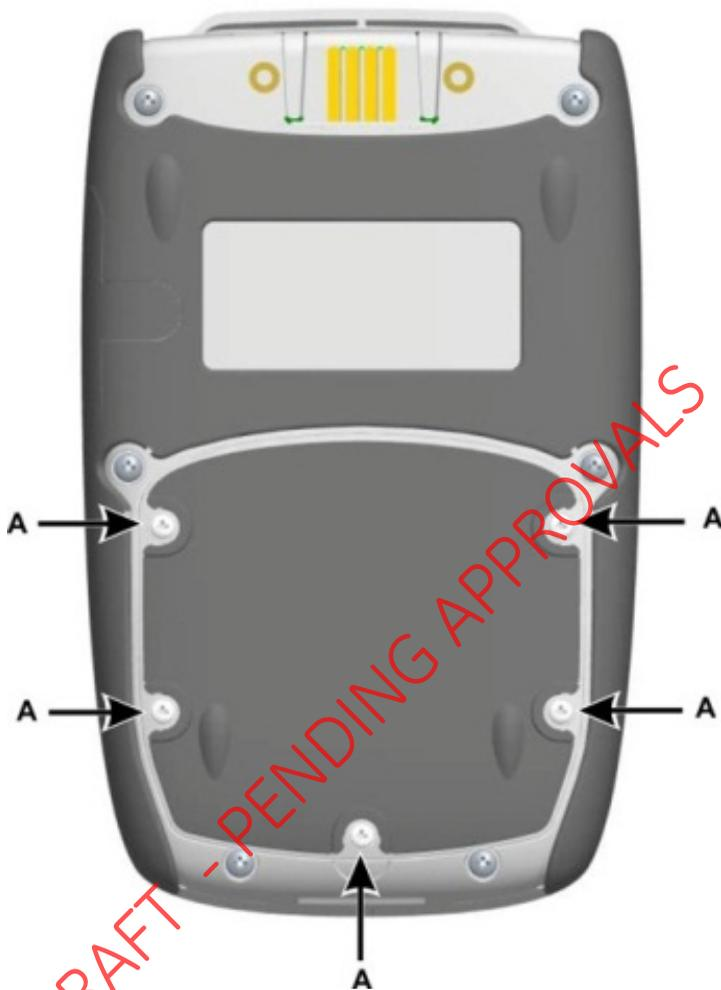

Рисунок 1-1
1. Удалите пять винтов типа Pozidriv (A) (см.: рисунок 1-1).